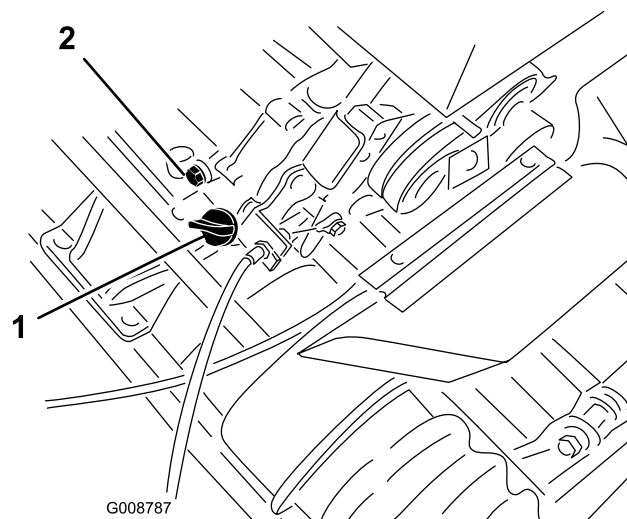

Figura 19
1. Posizionate il tosaerba in modo che il motore sia a livello, e pulite attorno al misuratore del livello dell'olio (Figura 19).
2. Collocate una bacinella sotto il tappo di spurgo, dietro la macchina (Figura 19).